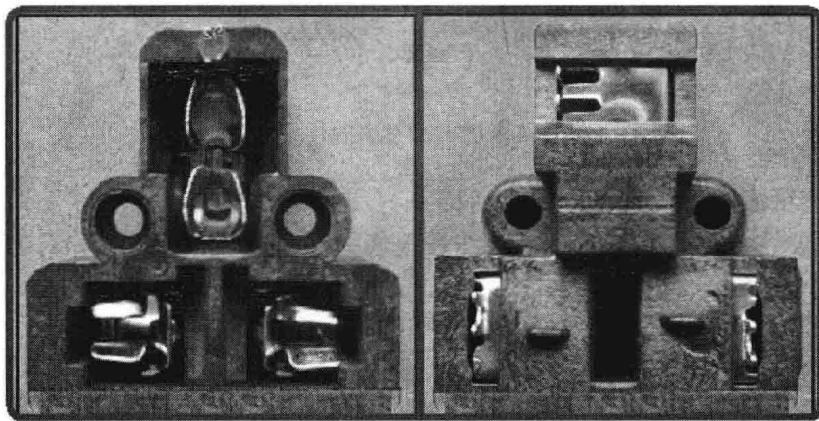

图 1-1-13 电源接线板单只插座盒正反面结构实物图
(1) 将金属卡扣簧片装入每个插座盒的孔槽中固定好，安装方法可参照图 1-1-13。